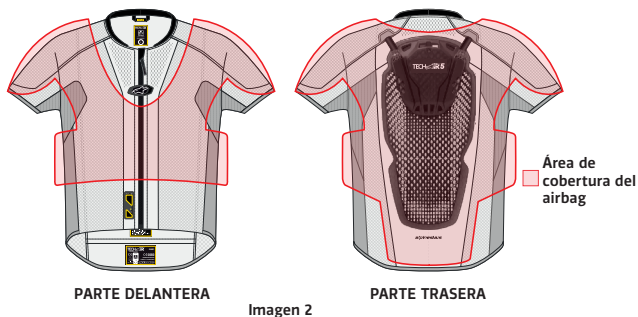

Imagen 2
El Sistema brinda una protección contra impactos en aquellas zonas donde se muestra la cobertura del airbag en la Imagen 2.
**¡ADVERTENCIA! El Sistema brinda una protección limitada para los impactos contra las fuerzas ejercidas en las zonas de cobertura del airbag, tal como se muestra en la Imagen 2. No se garantiza que el Sistema evite lesiones (inclusive lesiones severas o mortales) dentro y/o fuera de las zonas cubiertas por el airbag o contempladas dentro del Envelope of Protection.**